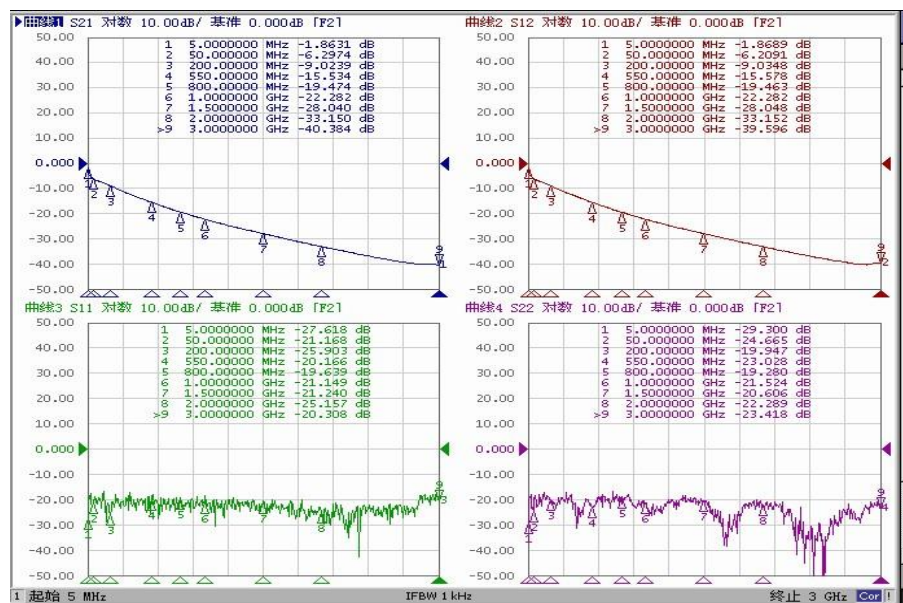

图 9-8 同轴电缆的衰减（S21 S12）和回波损耗（S11 S22）的测量显示
- 5) 如想同时测量电缆的 S12（2 端到 1 端的衰减）和 S22（2 端回波损耗），则设曲线数为 4，曲线 1 设为 S21，曲线 2 设为 S12，曲线 3 设为 S11，曲线 4 设为如 S21、S11、S12、S22 同时测量，选择增强型响应校准见第八章 校准。电缆的衰减（S21 S12）和回波损耗（S11 S22）显示如图 9-8 所示：